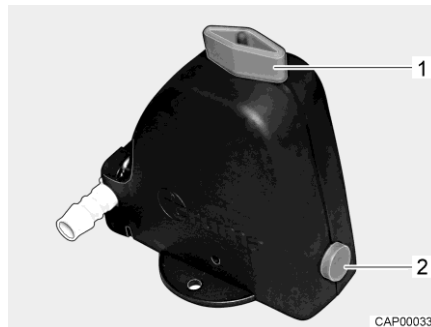
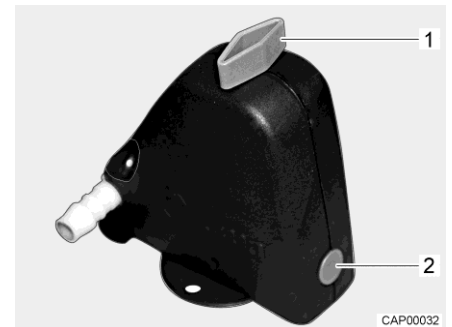

Fig. 101 Válvula de seguridad/purga abierta
Fig. 102 Válvula de seguridad/purga cerrada
- Cerrar la válvula de seguridad/purga. Para ello, girar el botón giratorio (Fig. 101,1) a la posición transversal en referencia a la válvula de seguridad/purga y hundir el botón (Fig. 101,2). La válvula de seguridad/purga cerrada se muestra en Fig. 102. A temperaturas inferiores a 6 °C, la válvula de seguridad/purga no se deja cerrar.